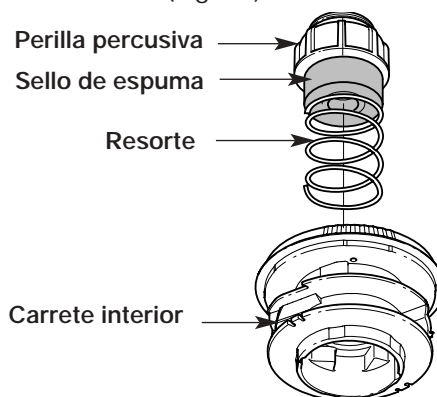

Fig. 47
1. Saque la perilla percusiva, el resorte y el sello de espuma girando la perilla percusiva en sentido antihorario (Fig. 47).
4. Sostenga el carrete interior en su lugar e instale la botón de tope, el resorte y el sello de espuma presionando y girando la botón de tope en sentido horario. Tome los extremos y tire con firmeza para soltar la línea de las ranuras de fijación en el carrete interior (Fig. 47).
2. Saque la botón de tope, el resorte y el sello de espuma (Fig. 47).
7. Coloque la botón de tope, el resorte y el sello de espuma en la bobina exterior (Fig. 47).